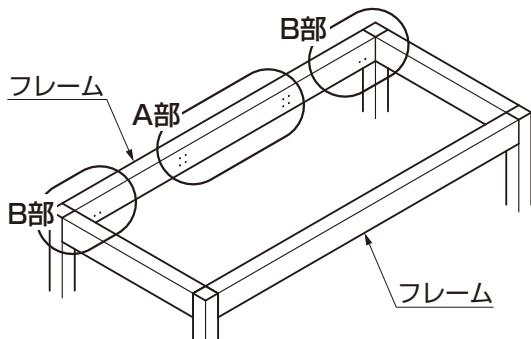
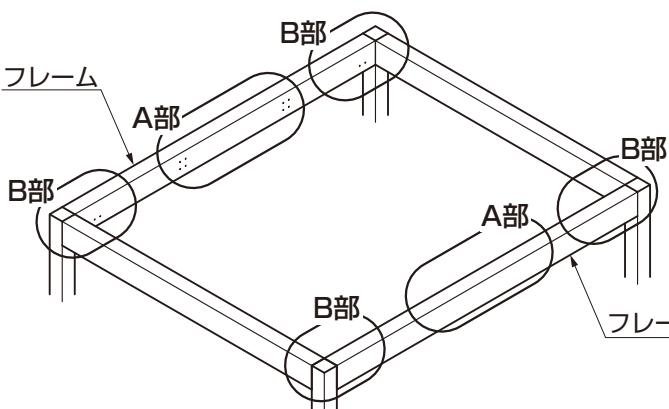
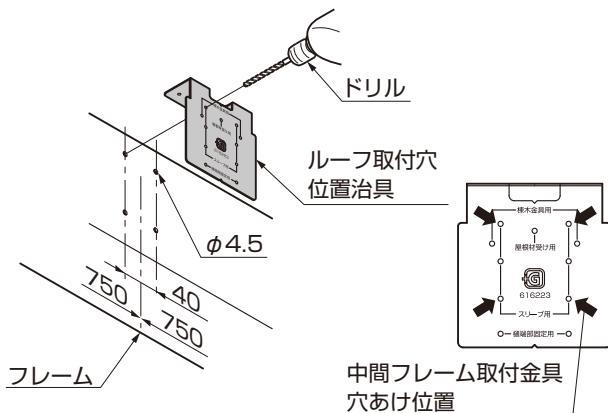
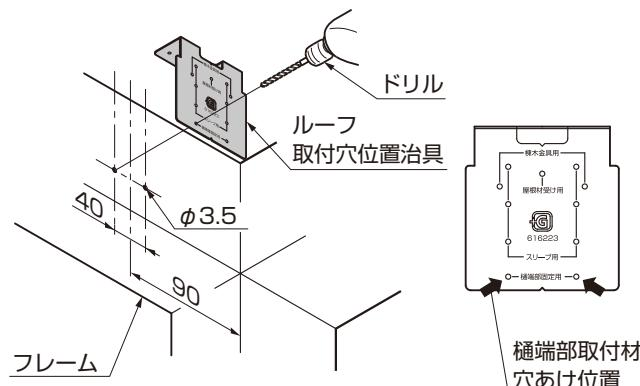

図2-1 シングルの場合
図2-3 ダブルの場合
図2-5 A部中間フレーム取付金具の穴あけ
図2-6 B部橋端部取付材の穴あけ
- ①ルーフ取付穴位置治具をあて、ケガキ、ドリルでφ4.5の穴を雨樋を取付ける側のフレームにあけてください。(図2-1、図2-3、図2-5参照)
- ②フレーム面から90mm程度の位置にルーフ取付穴位置治具をあて、ケガキ、ドリルでφ3.5の穴を雨樋を取付ける側のフレームにあけてください。(図2-1、図2-3、図2-6参照)